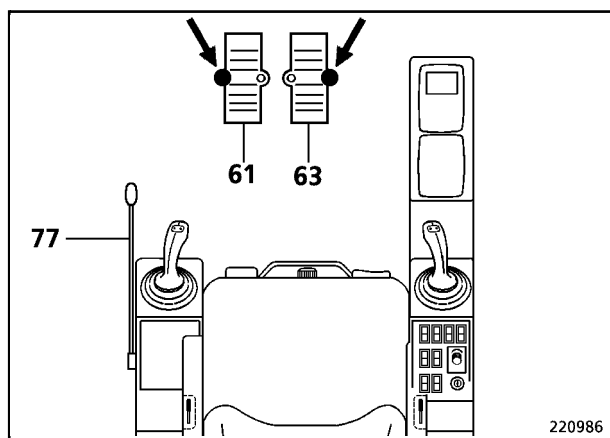

Fig. 8
- parar la máquina, la máquina frena el movimiento de desplazamiento y llega al reposo tan pronto como se suellen los pedales de desplazamiento (61, 63, Fig. 8).